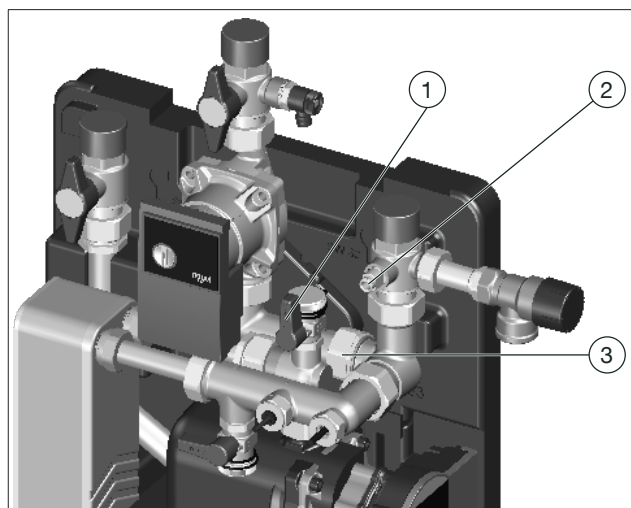

Fig. 4: Écrou d'accouplement
L'écrou de serrage de l'équerre avec clapet ATS sur le côté station (position (3) sur la Fig. 4 en page 7) n'est pas accessible :
- Si le robinet d'arrêt à tournant sphérique - Eau potable froide (position (2) sur la Fig. 4 en page 7) est fermé.
- Si le robinet de vidange et de remplissage à tournant sphérique - Retour circuit ballon d'eau chaude (position (1) sur la Fig. 4 en page 7) est fermé.
2. Retirer la manette du robinet d'arrêt à tournant sphérique - Eau potable froide (voir position (2) sur la Fig. 4 en page 7).
3. Desserrer l'écrou d'accouplement de l'équerre avec clapet ATS sur le côté station (position (3) sur la Fig. 4 en page 7)